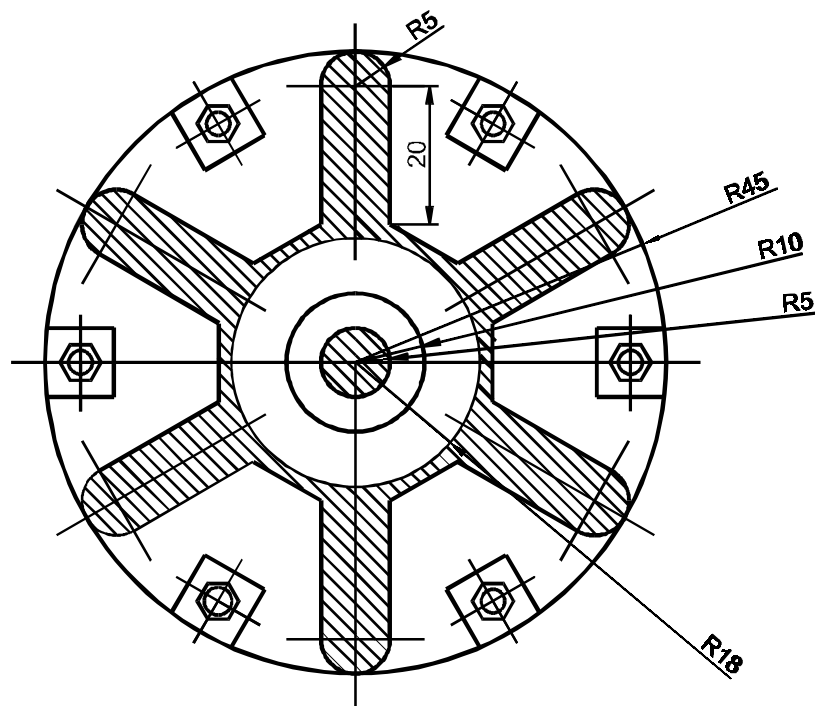

Рис. 31. Графическое задание № 4
5. Выполните графическое задание № 4 (рис. 31).